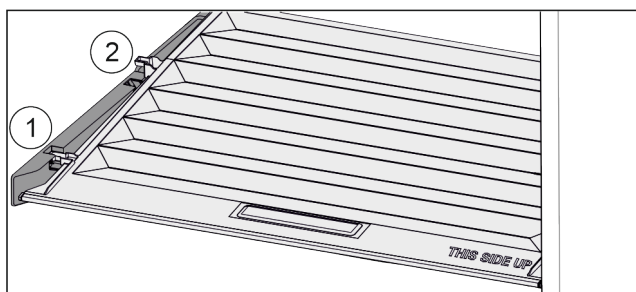

Fig. 124
- ▶ Trageți capacul în față Fig. 124 (1) până la orificiul din piesele suportului.
- ▶ Ridicați în spate de jos și scoateți Fig. 124 (2) în sus.